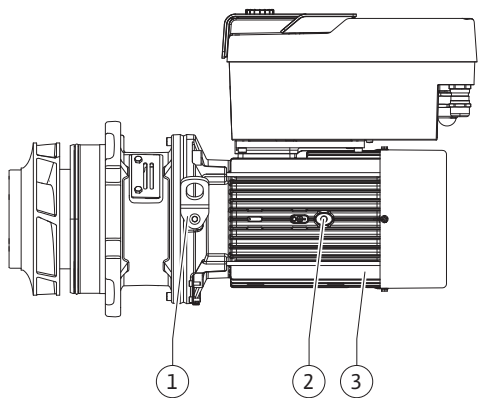

Fig. 100: Съемный блок
9. Снять съемный блок (Fig. 100), отпустив фланцевые винты (Fig. I, поз. 29) на корпусе насоса.
16. Съемный блок (см. Fig. 100) ввести в корпус насоса в прежнем или другом требуемом угловом положении. При этом учитывать допустимые монтажные положения компонентов (см. главу «Допустимые монтажные положения и изменение расположения компонентов перед установкой» [► 324]).